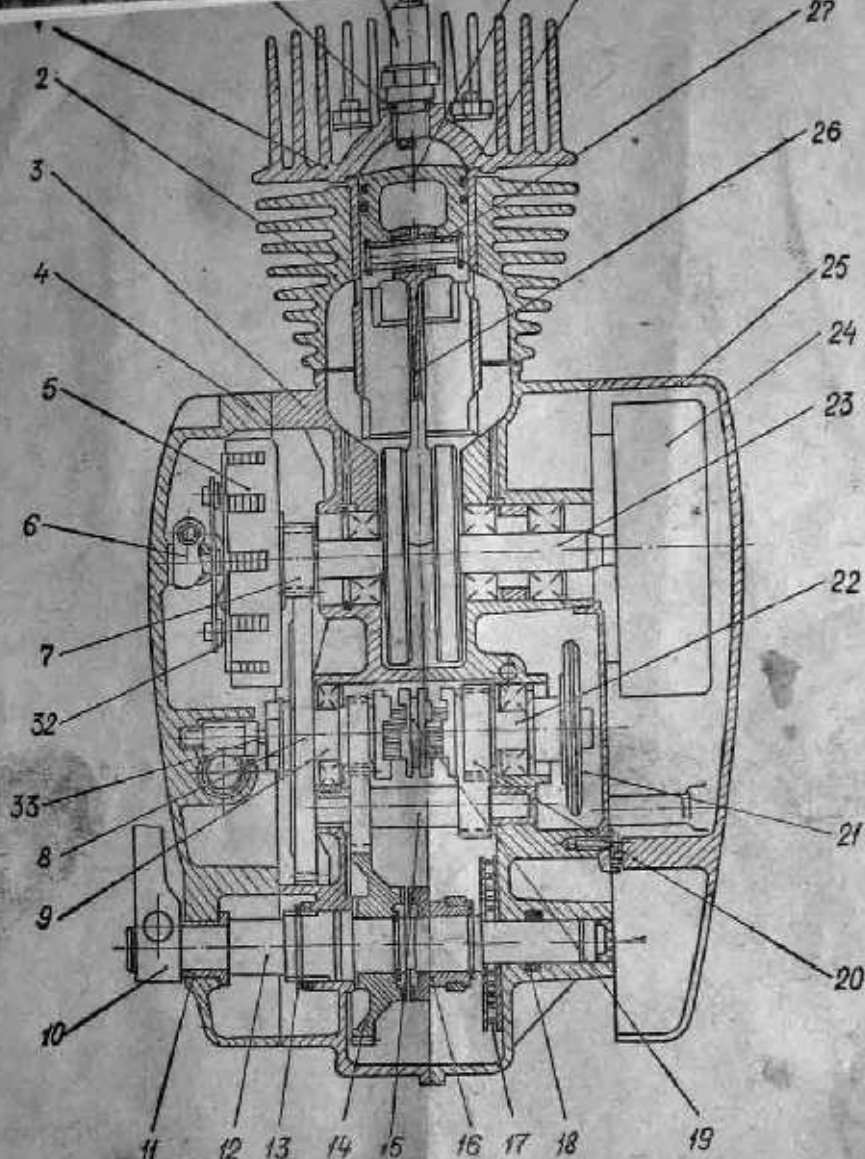
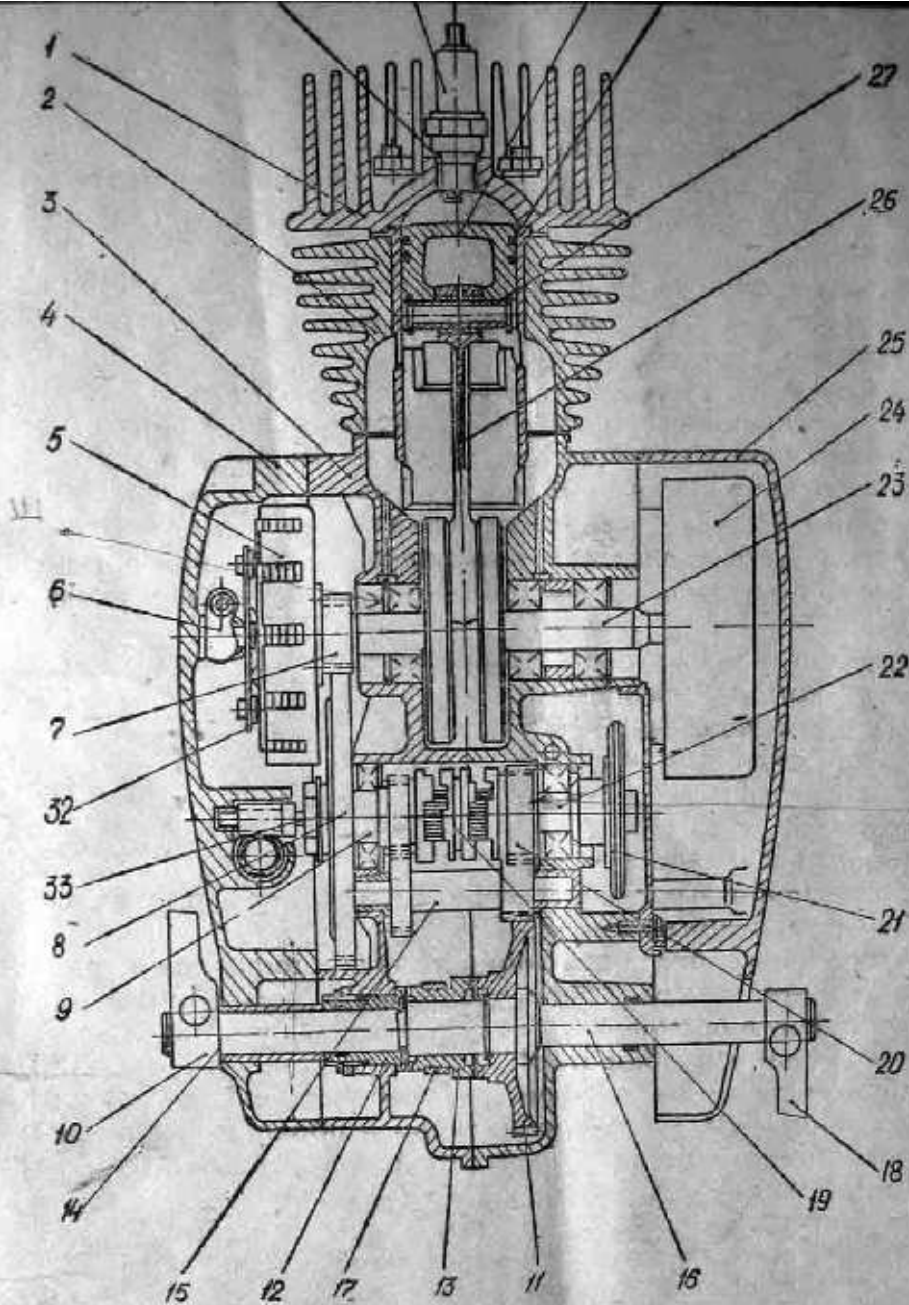
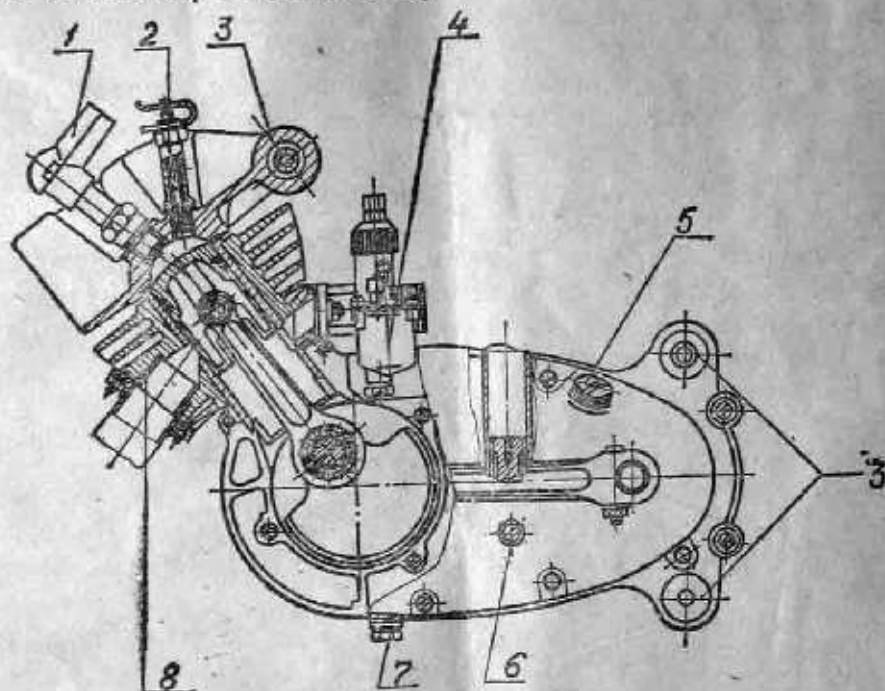

Рис. 3. Двигатель Ш58 [разрез]
Рис. 4. Двигатель Ш57 (разрез)
Рис. 5 Двигатель Ш58 (Ш57), вид слева
4.1. Двигатели Ш58 (рис. 3 и 5) и Ш57 (рис. 4 и 5).
В заднюю часть картера запрессованы две резино-металлические втулки (3, рис. 5) для крепления двигателя к раме мопеда. К картеру винтами прикрепляется левая крышка (4, рис. 3 и 4), закрывающая муфту сцепления (5), шестерни (7, 8). В левую крышку вмонтирован механизм управления муфтой сцепления
(6), редуктор привода спидометра и втулка вала кикстартера (11, рис. 3). В двигателе Ш57 вместо втулки вала кикстартера стоит тормозная втулка (12, рис. 4). Для обеспечения герметичности между картером и левой крышкой устанавливается картонная прокладка.
В головку цилиндра (1, рис. 3 и 4) ввернуты свеча (30) и декомпрессор (2, рис. 5), а также запрессована резино-металлическая втулка (3).
Цилиндр (2, рис. 3 и 4) состоит из собственно цилиндра, отлитого из алюминиевого сплава, и запрессованной в него гильзы, изготовленной из специального чугуна. Цилиндр к картеру, а также головка цилиндра к цилиндру крепятся посредством четырех шпилек и гаек. Для лучшего уплотнения между картером и цилиндром устанавливается прокладка из специального картона, а между головкой цилиндра и цилиндром — алюминиевая прокладка.
поршня (29, рис. 3) с двумя кольцами (28), поршневого пальца (27), шатуна (26) и составного коленчатого вала (23).
Для включения I передачи полностью выжмите рычаг управления сцеплением и поверните рукоятку на себя до упора. При этом муфта (19, рис. 3 и 4) переместится вправо и ее торцевые кулачки войдут в зацепление с торцевыми кулачками шестерни (20), после чего шестерня (20), заклиненная муфтой (19), передает вращение блока шестерен на вторичный вал.
Механизм запуска двигателя Ш58. Вращение через рычаг кикстартера передается валу (12, рис. 3). При этом кулачок пускового механизма (16) перемещается влево, и его торцевые зубья входят в зацепление с торцевыми зубьями шестерни пускового механизма (14). Пусковая шестерня через коробку передач и муфту сцепления приводит в действие кривошипно-шатунный механизм. Когда двигатель начинает работать, кулачок пускового механизма выходит из зацепления с пусковой шестерней.
Механизм запуска двигателя Ш57. Вращение через педали и шатуны передается валу (16, рис. 4). При помощи резьбового соединения храповая муфта (13), которая заторможена специальной пружиной (17), передвигается вправо, и торцевые зубцы ее входят в зацепление с торцевыми зубцами пусковой шестерни (11). Пусковая шестерня через коробку передач и муфту сцепления приводит в действие кривошипно-шатунный механизм. Когда двигатель начинает работать, храповая муфта выходит из зацепления с пусковой шестерней. При вращении шатуна и вала (16) назад храповая муфта передвигается влево и входит в зацепление с тормозной втулкой (12). Тормозная втулка вместе с жестко